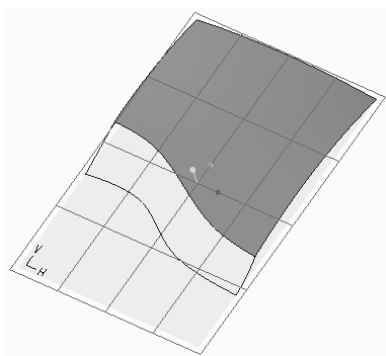

图 7-128 创建的造型边界曲面 1
2) 选择平面曲线 1，按住 <Ctrl> 键并选择平面曲线 2、自由曲线和平面曲线 3 作为造型边界，单击鼠标中键确认，创建的造型边界曲面如图 7-128 所示。